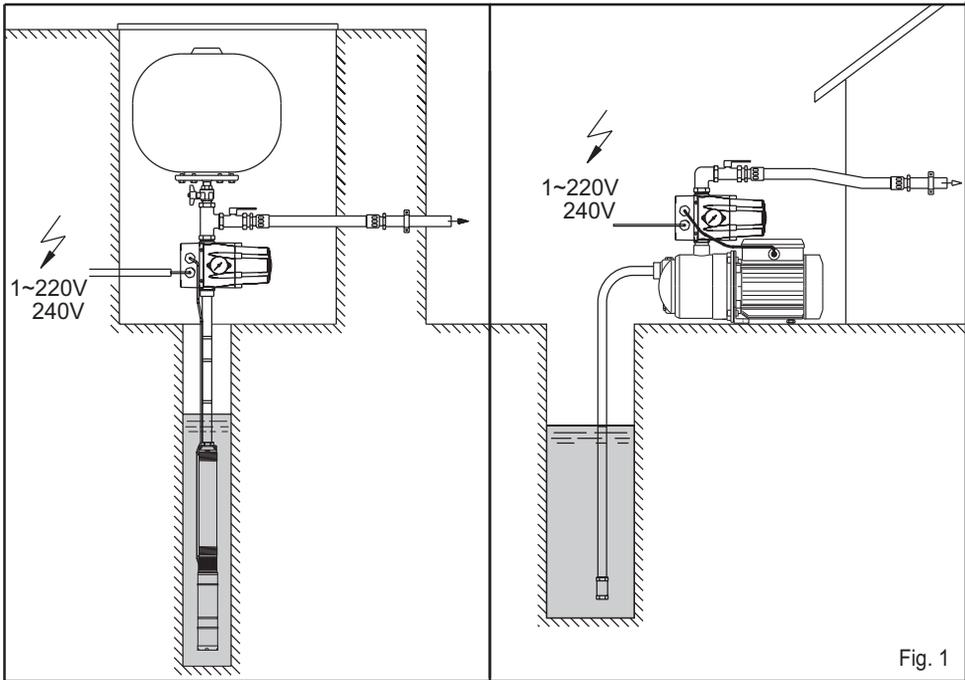

Fig. 1
COLLEGAMENTO IDRAULICO (fig.1)
**HYDRAULIC CONNECTION (fig.1)**